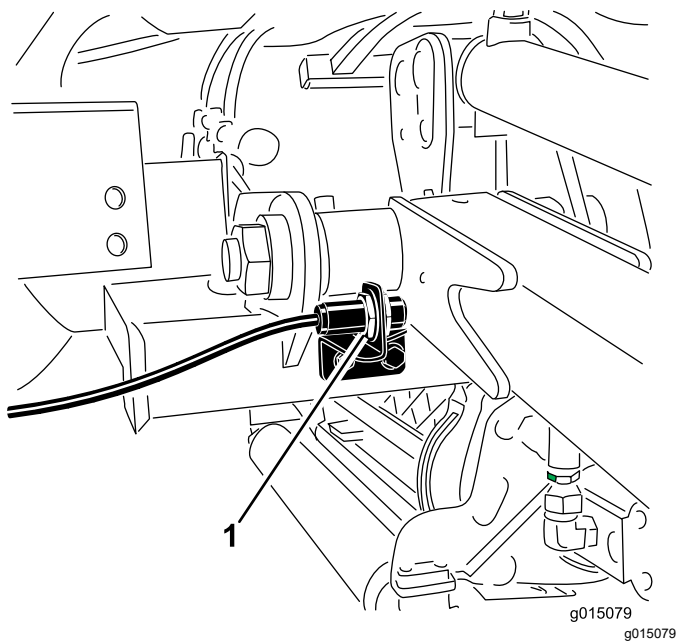

Рисунок 73
- Переключатель подъемного рычага расположен позади переднего правого подъемного рычага (Рисунок 73).
- Ослабьте крепежные винты переключателя (Рисунок 73) и переместите переключатель вверх, чтобы увеличить высоту поворота подъемного рычага, или переместите переключатель вниз, чтобы уменьшить высоту поворота подъемного рычага.